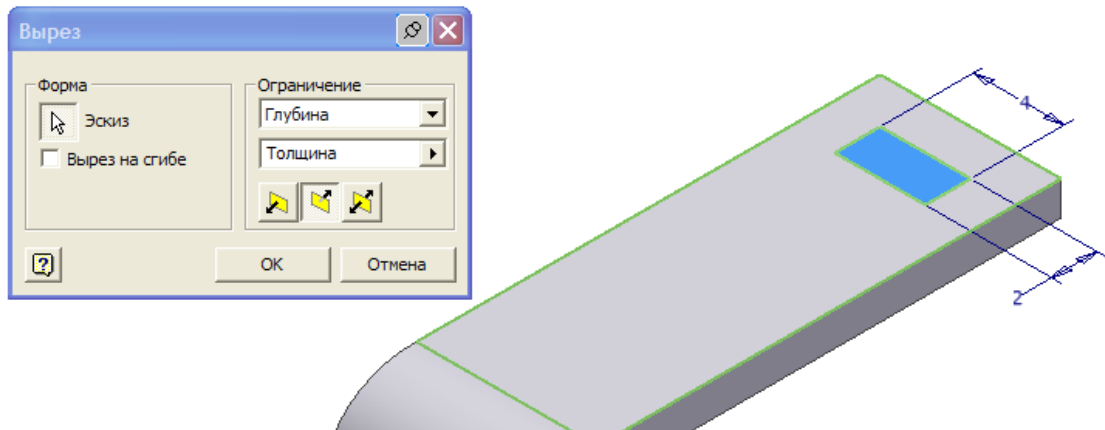

Рис. 55
**Вырез** - **Вырез (Cut)** - укажите прямоугольник, рисунок 55.